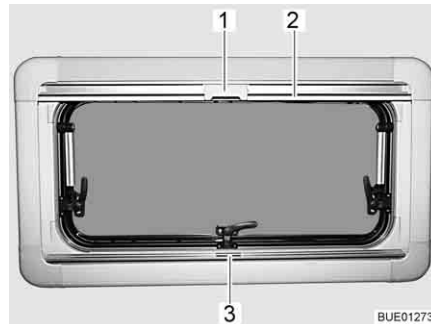

Fig. 107 Fenêtre projetante
- Saisir le dispositif occultant plissé par le centre de la barre-poignée (Fig. 107,3), le tirer du bas vers le haut et le relâcher à la hauteur voulue. Le dispositif occultant plissé reste alors à cette hauteur.
- Tirer la moustiquaire par la barre-poignée (Fig. 107,2) vers le bas jusqu'à ce qu'elle entre en contact avec celle du dispositif occultant plissé (Fig. 107,3).
- Verrouiller le cran (Fig. 107,1) de la moustiquaire avec la barre-poignée du dispositif occultant plissé.
- Presser le cran (Fig. 107,1) en haut de la moustiquaire vers l'arrière.
- Ramener lentement la moustiquaire en arrière au moyen de la barre-poignée (Fig. 107,2).